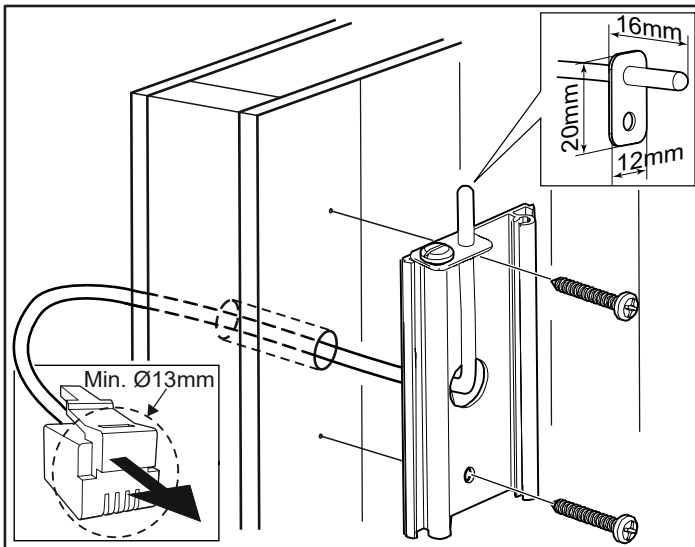

Afbeelding 10: De beugels aan de kachel bevestigen
8. Draai de eerste twee schroeven op de achterkant van de kachel los en schroef de eerste van de vier beugels vast. Herhaal deze procedure totdat alle beugels zijn bevestigd (zie afbeelding 10).